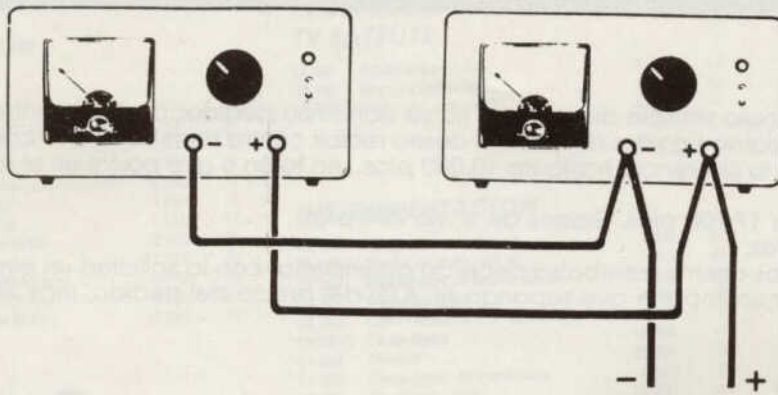

Figura 9
1) Conectando las dos salidas en paralelo, como se ve en la figura 9, después de haber regulado los dos potenciómetros con el mismo valor, se podrá conseguir el doble de corriente, es decir, se podrá disponer de un alimentador capaz de suministrar un máximo de 10-12 amperios con cualquier tensión, incluida entre un mínimo de 4,5 volt. y un máximo de 25 volt.